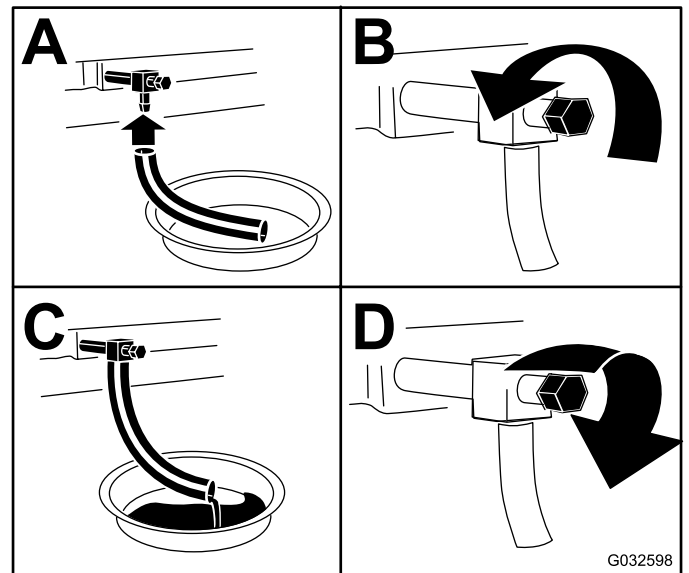

Figura 40
4. Mude o óleo do motor como se mostra na Figura 40.